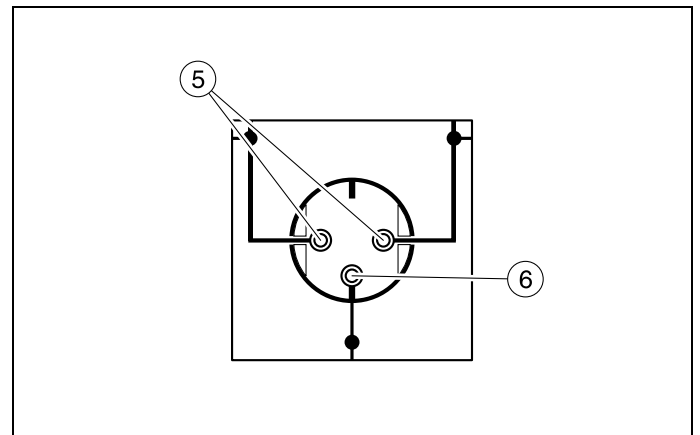

Fig. 3
2.3 Modèle de prise femelle STE (582 84); voir Fig. 3